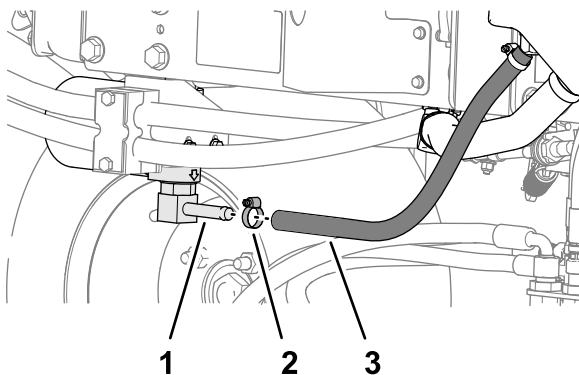
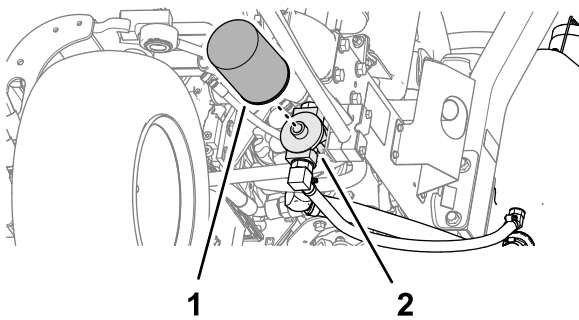

Figura 89
Figura 90
2. Deconectați furtunul hidraulic (Figura 89) sau îndepărtați filtrul hidraulic (Figura 90) și scurgeți uleiul hidraulic într-o tavă de golire.